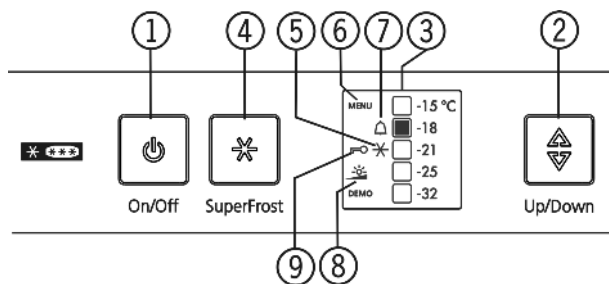

Fig. 3
- Символът SuperFrost Fig. 3 (5) мига заедно с температурния индикатор.